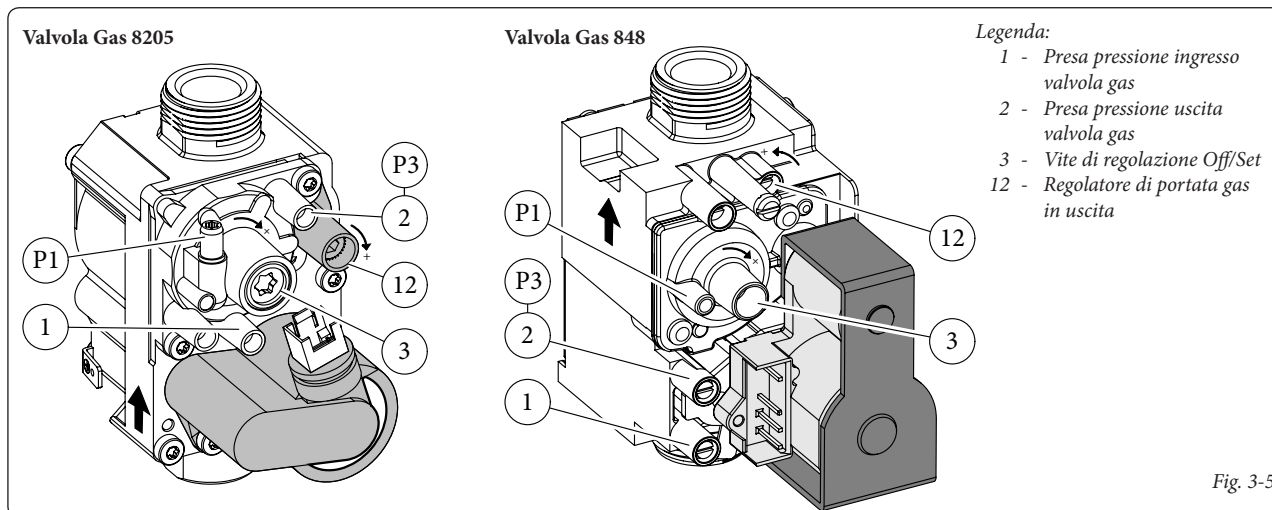

Fig. 3-5
Entrare in fase spazzacamino senza effettuare prelievi di acqua sanitaria e portare i selettore riscaldamento al minimo (ruotarlo senso antiorario fino a visualizzare "0" sul display). Per avere un valore esatto della CO_2 nei fumi è necessario che il tecnico inserisca fino in fondo la sonda di prelievo nel pozzetto, quindi verificare che il valore di CO_2 sia quello indicato nella tabella seguente, in caso contrario regolare sulla vite (3 Fig. 3-5) (regolatore di Off-Set). Per aumentare il valore di CO_2 è necessario ruotare la vite di regolazione (3) in senso orario e viceversa se si vuole diminuire.
Al termine della regolazione della CO_2 minima mantenendo la funzione spazzacamino attiva portare il selettore riscaldamento al massimo (ruotarlo in senso orario fino a visualizzare "99" sul display). Per avere un valore esatto della CO_2 nei fumi è necessario che il tecnico inserisca fino in fondo la sonda di prelievo nel pozzetto, quindi verificare che il valore di CO_2 sia quello indicato nella tabella seguente, in caso contrario regolare sulla vite (12 Fig. 3-5) (regolatore portata gas). Per aumentare il valore di CO_2 è necessario ruotare la vite di regolazione (12) in senso orario per la valvola gas 8205 e in senso antiorario per la valvola del gas 848 e viceversa se si vuole diminuire.